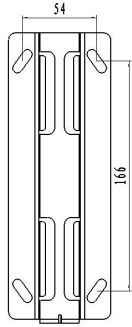

Fig.1
3. Nehmen Sie die Montagehalterung als Vorlage, um die Position für Schrauben zu markieren und bohren Sie vier Löcher an der Wand. Fig.1